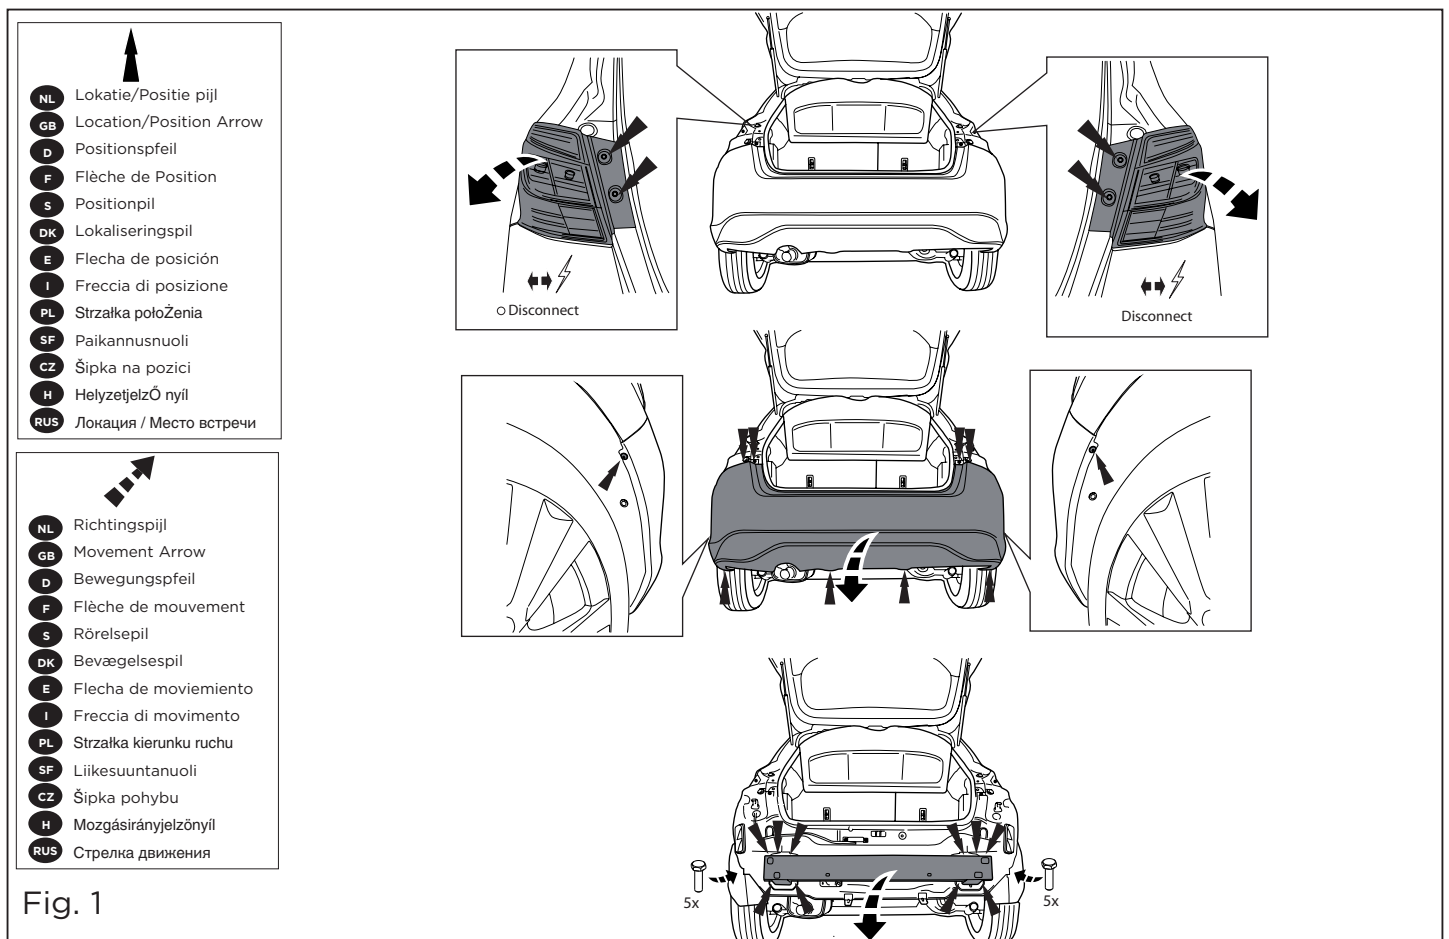

Fig. 1
1. Remove the rear-light units. Remove the bumper and the steel buffer beam from the vehicle. The buffer beam will no longer be needed. Replace the bolts. See figure 1.
1. Die Rücklichter abmontieren. Die Stoßstange einschließlich des stählernen Stoßbalkens vom Fahrzeug abmontieren. Der Stoßbalken wird nicht mehr benötigt. Die Schrauben wieder anbringen. Siehe Abbildung 1.